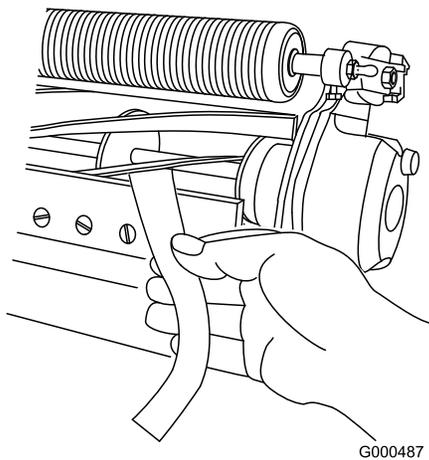

Bild 11
- Testen Sie die Schnittleistung, indem Sie einen langen Streifen des Schnittleistungspapiers (Toro Bestellnummer 125-5610) senkrecht zum Untermesser zwischen die Spindel und das Untermesser legen (Bild 11). Drehen Sie die Spindel langsam vorwärts; das Papier sollte geschnitten werden